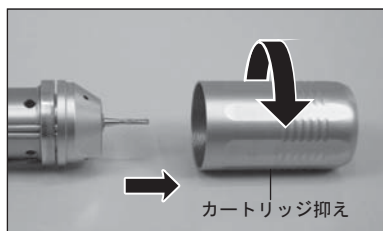

図5
- 1)カートリッジ抑えを、図5の矢印の方向に回して取り外します。